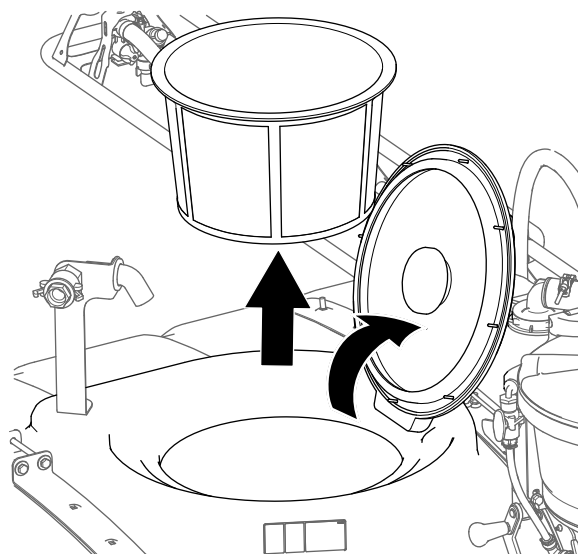

Figura 25
1. Deschidei capacul rezervorului de pulverizare i îndepărtați coul de filtrare (Figura 25).